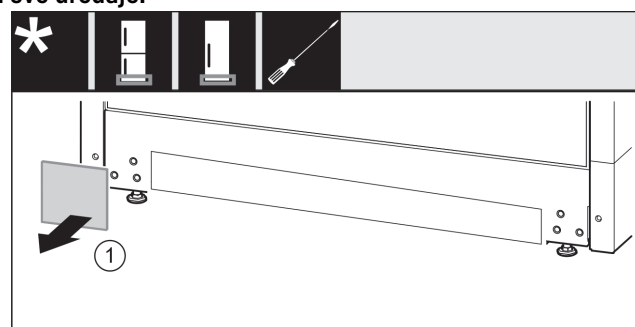

Fig. 14
- ▶ Skinite pokrov. Fig. 14 (1)